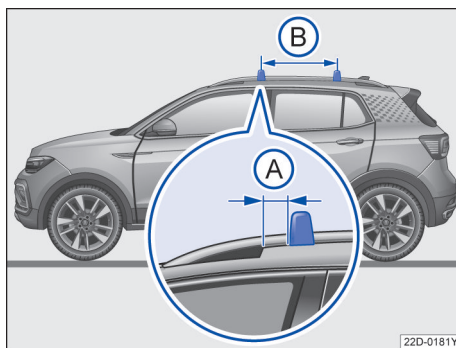

图 133 配备车顶行李架基架的汽车：行李架杆的固定点
行李架杆安装在车顶行李架基架上。同时前行李架杆与前车顶行李架脚→图 133 A 之间的距离为 3~6 cm。行李架杆的相互距离 B 应大约为 75 cm。
- 行李架杆只能安装在平行箭头→图 133 B 之间。